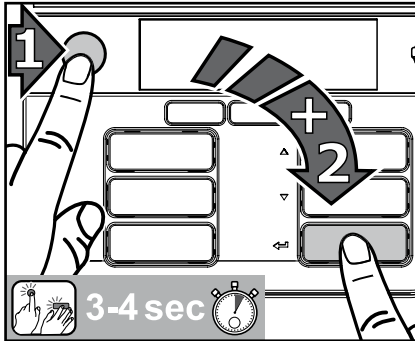

Fig. 42
1. Tryk først på STOP-knappen og så på enter-knappen ◀ og hold dem nede samtidig i 3-4 sekunder for at komme ind i rengøringsmodus (fig. 42).